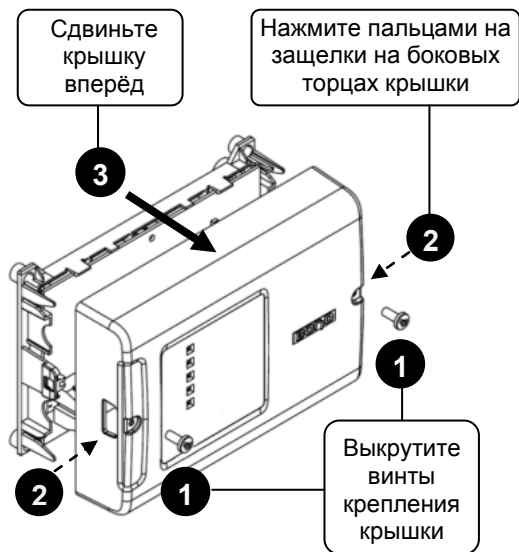

Рисунок 2. Снятие крышки AP8
3.2.5 Снимите крышку AP8 в порядке, указанном на рис. 2.
3.2.9 Снимите крышку AP8 в порядке, указанном на рис. 2.
3.3.2 Снимите крышку AP8 в порядке, указанном на рис. 2